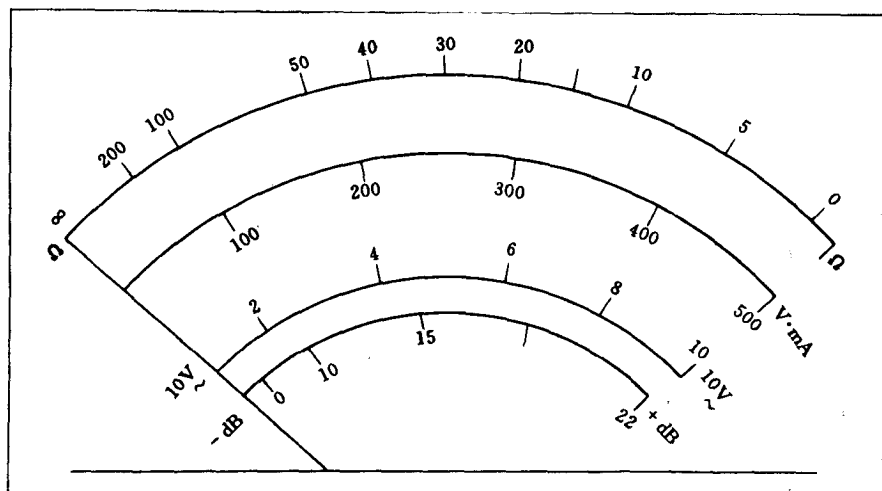

图 1-2 万用表刻度盘
(1) 有些仪表可以测试不同量程的多种电量，这种仪表的刻度盘上，分别标有几条刻度线，各条刻度线分别对应于一种电量及量程。例如图 1-2 所示的万用表的刻度盘上的几条刻度线分别对应着电阻值，交、直流电压值和分贝值。在使用这类仪表时要正确选用刻度线并确定各分度线所代表的刻度值，防止读数时错用刻度线而造成较大的误差。